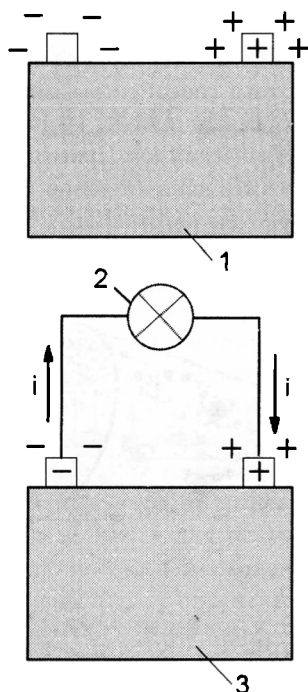

Рис. 1.2. Простейшая электрическая цепь:
**Генератор** — установка, которая производит электричество. Генератор имеет два полюса. Он снабжен устройством, которое создает избыток электронов на одном из полюсов и их недостаток на другом. Клемму с избытком электронов обозначают плюсом (+), а с недостатком — минусом (–) (рис. 1.2). Когда к клеммам подсоединяют прибор-потребитель (например, лампочку), генератор действует как насос для электронов: он втягивает положительные заряды и отталкивает отрицательные; другими словами, электри-
**Сила тока** (в формулах обозначается  $I$ ). Когда к генератору подключают лампочку (см. рис. 1.2), получается простейшая электрическая цепь. Поток электронов течет через провода и нить накаливания лампочки. Сила тока измеряется в **амперах** (А).